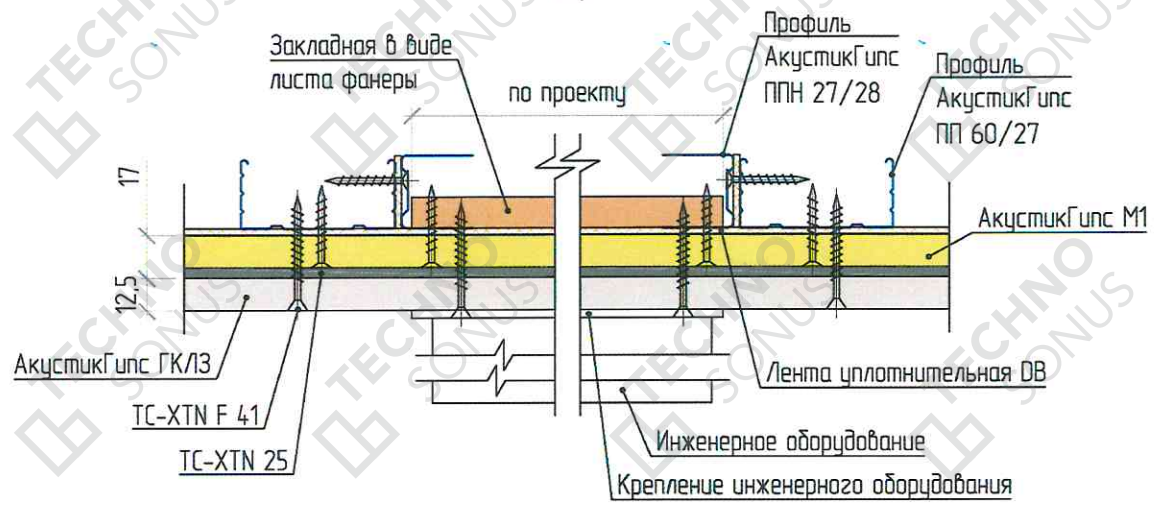

Рисунок 5 – Устройство усиления каркаса (закладные)
6.8. Установить закладные детали (см. рисунок 5) для крепления стационарного навесного оборудования, не превышающего установленные нагрузки на систему (см. пункт 7) и элементов интерьера (если в этом есть необходимость), закрепляя их к основным профилям каркаса. Для крепления ревизионных лючков (если в таковых есть необходимость) установить дополнительные